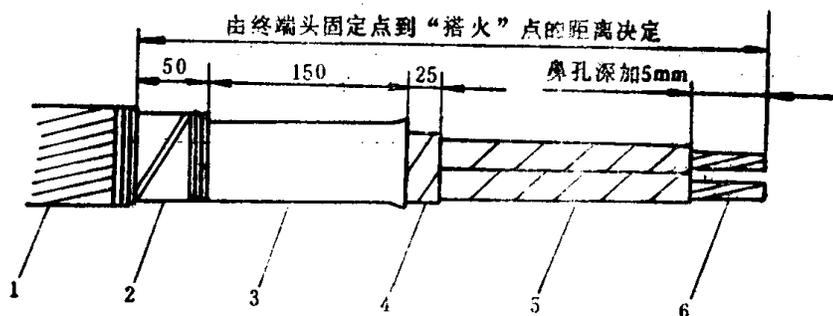

图1 户内尼龙终端头（NTN型）剥切尺寸图
(5) 按图 1 尺寸剥铅、胀喇叭口，在剥铅处用刀子将铅包刻一环形深痕，其深度不应超过铅包厚度的 $1/2$ ，然后用剥铅刀在电缆末端至环形痕间的铅包上进行剥铅。当用切线式剥铅法时，剥铅刀与电缆应成 $30^{\circ}\sim 45^{\circ}$ 的角度，从末端往环形痕剥铅，要注意不要剥伤统包纸绝缘。为用双线式剥铅法时，用剥铅刀从环形痕往末端划两条平行深痕，其深度不应超过铅包厚度的一半，两条线的距离约 $5\sim 10\text{mm}$ ，然后从末端开始将铅包剥除。剥铅包时应将环形痕处撕成喇叭口，要注意勿将喇叭口撕破。
(9) 压接线鼻子和标相色。根据“搭火”点的位置，弯好三相电缆尾线，将多余部分线芯锯掉，见图1，测量线鼻子孔深度加5mm，切除相绝缘纸进行压接线鼻子。对扇形导线压接前先用鱼嘴钳将导线夹圆，用绑线扎紧、扎圆，用汽油汤布将线芯擦净再套入线鼻子。禁止使用榔头等硬物直接砸线鼻子，必要时可垫木板，防止线鼻子变形，影响接触。压接线鼻子的压坑数为两个，压接时先压靠电缆线侧，后压靠线末端侧，要求压坑应正，位置在同一条直线上。压坑与压坑间，压坑与边缘的距离及压坑的深度符合要求，压接线鼻子不应有裂纹、尖刺。